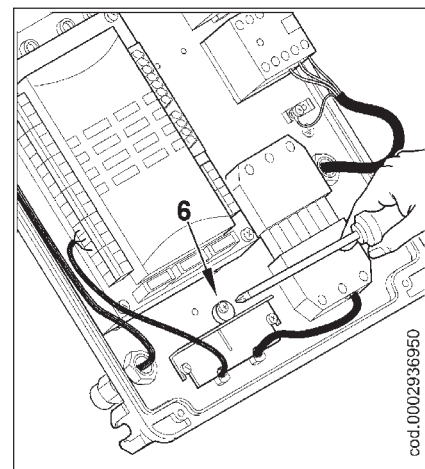

图3
- 将电缆压板放回原位（图3）。旋转凸轮（6）使压板压紧两根电缆，然后拧紧固定压板的螺丝。最后，连接7孔接头和调节控制电缆。